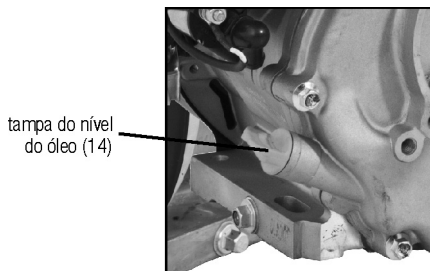

Fig. 2 – Tampa do nível do óleo (vareta)
- 3 - Remova a tampa de óleo e com auxílio de um pano, limpe a vareta indicadora de nível (fig. 2);